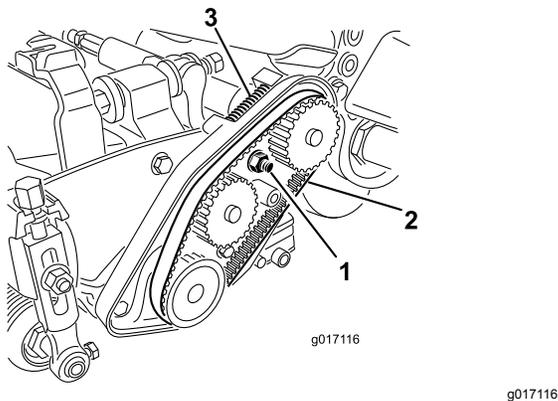

Figura 46
- A. Desaperte a porca de montagem da caixa de mancal (Figura 46).
- C. Limpe quaisquer detritos do interior do compartimento da correia e que estejam em redor da mola de compressão (Figura 46).